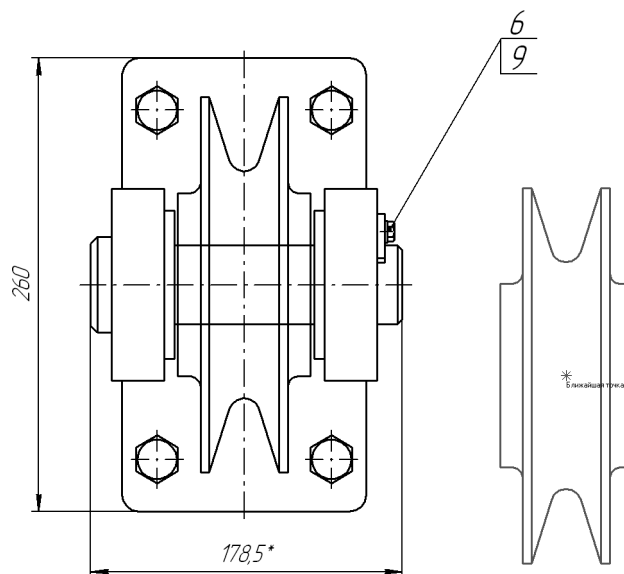

Рис. 53.38.
- 2.9. В ответ на запрос системы щелкните мышью в построенной точке геометрического центра *Ролика* (рис. 53.38).